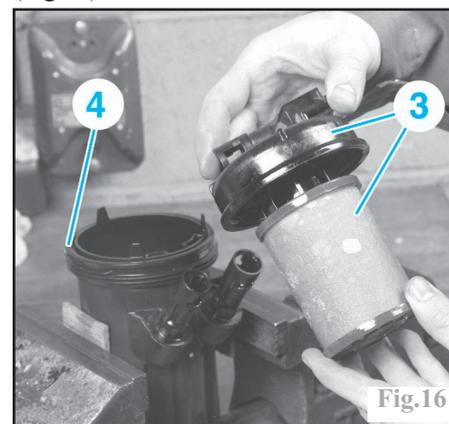

Fig.16
Enlever la bague de serrage, puis l'ensemble couvercle/filtre à combustible (3) (Fig.16).